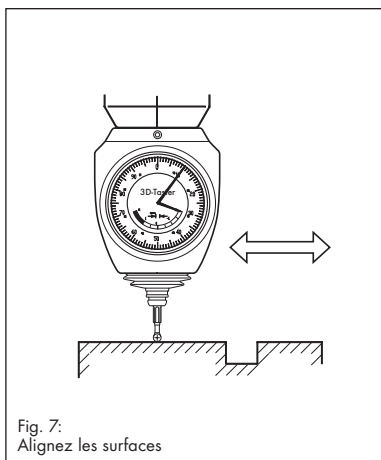

Fig. 7:
### 6 Alignez les surfaces (fig. 7)
- Avec la bille, glissez le long de la surface (Fig. 7). Le déplacement du comparateur indique l'importance de l'écart du parallélisme de la surface par rapport à l'axe de la machine.